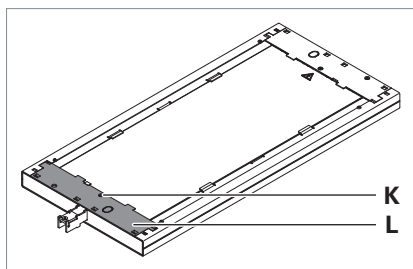

Fig. 5: Rimozione della copertura.
- ▶ Ruotare la vite **K** dalla copertura **L** vedi Fig. 5.